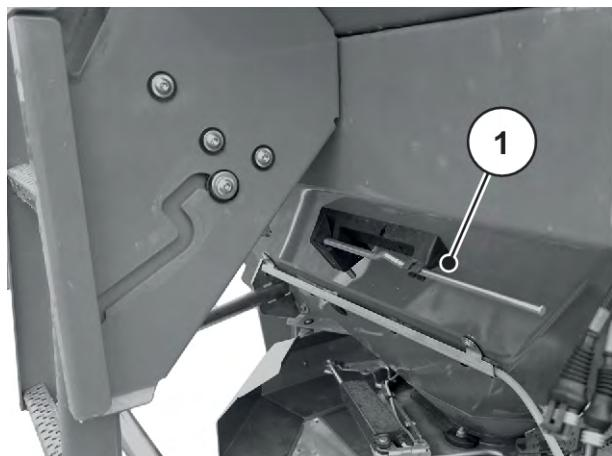

Рис. 36: Розташування регулювального важеля AXIS xx.2
- ▶ Знову вставте важіль регулювання в передбачене для нього кріплення. Див. Рис. 36 Розташування регулювального важеля AXIS xx.2